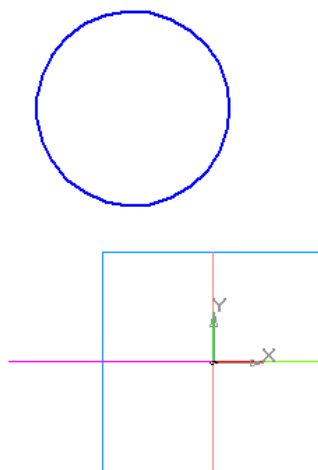

Рис. 5.12. Эскиз-сечение: окружность во фронтальной плоскости **XY**.
2.8. Постройте окружность примерно так, как показано на рис. 5.12. Радиус окружности произвольный.